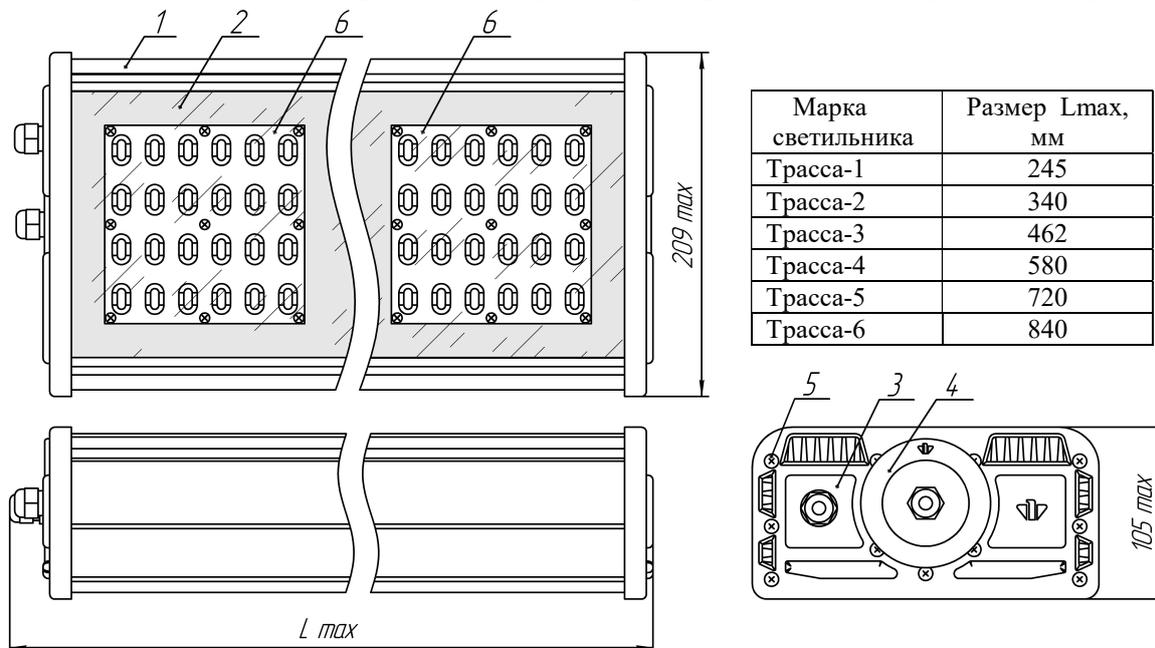

Рисунок 1
1.4.1. Светильник состоит (см. Рисунок 1) из корпуса, изготовленного из алюминиевого анодированного сплава, который является несущим элементом светильника (поз.1), прозрачного неокрашенного защитного стекла из ударопрочного оптического поликарбоната (поз.2), двух торцевых крышек (поз.3), заглушки (поз.4), крепежных винтов (поз.5), модулей светодиодных (поз. 6), источника питания и контактного устройства установленных внутри корпуса.
2.2.2. Снимите заглушку с закрепленным на ней контактным устройством (рисунок 1 поз.4)